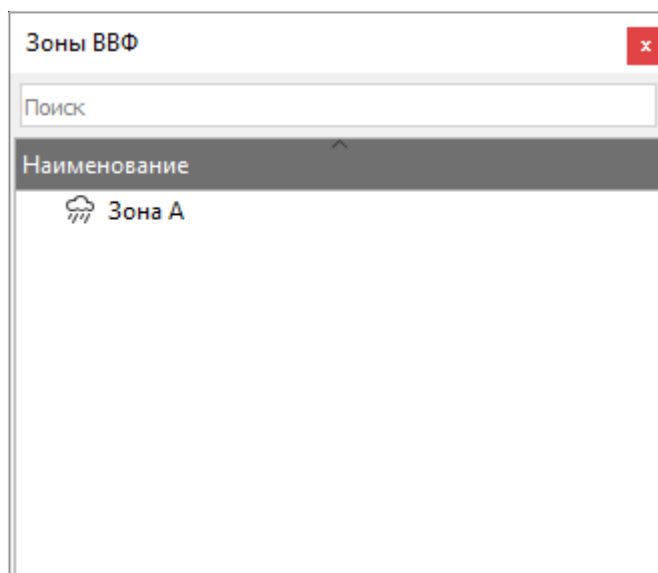

Рисунок 62. Плавающее окно «Зоны ВВФ»
- 14) Окно «Зоны ВВФ» отображает перечень зон ВВФ, заданных для проекта. Контекстное меню позволяет создавать новые зоны ВВФ, удалять их и редактировать их свойства (см. рисунок 62).